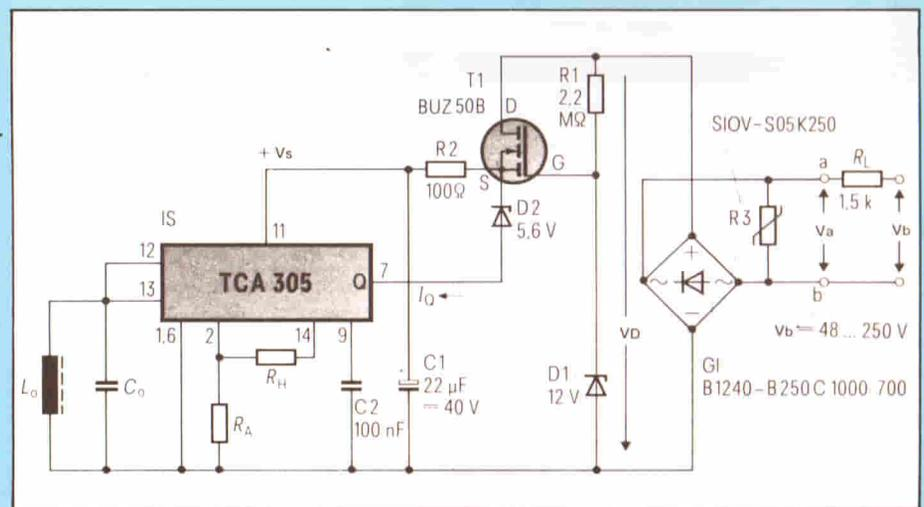

Fig. 7 - Schema elettrico di un rivelatore di prossimità induttivo a due fili che prevede una corrente di commutazione di 300 mA efficaci.
**Tabella 2 - Caratteristiche principali del circuito di fig. 7**